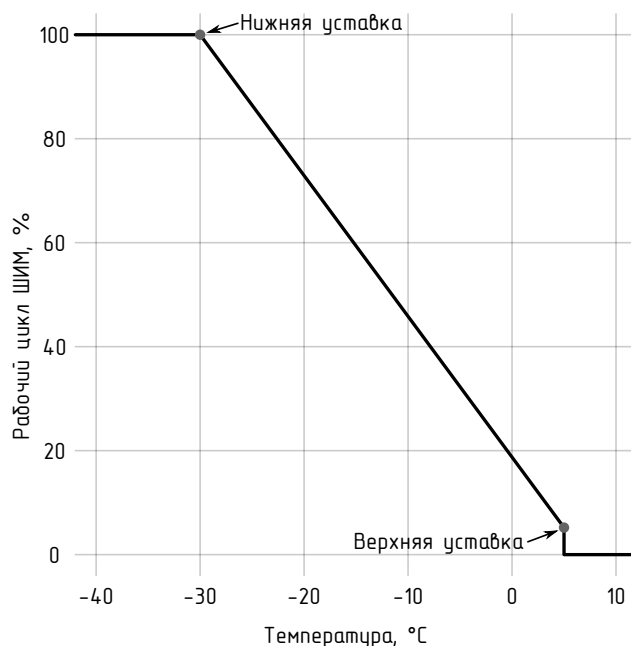

Рисунок 1.6 – Режим работы «Пропорциональный ШИМ»
- «Proportional PWM» («Пропорциональный ШИМ»). Длительность рабочего цикла ШИМ линейно интерполируется между двумя точками: верхней и нижней уставками (см. рисунок 1.6). Для каждой уставки задаются температура и длительность рабочего цикла. Если температура линии не превышает нижней уставки, значение рабочего цикла будет постоянно и равно значению в этой уставке. Если температура линии превышает верхнюю уставку, значение рабочего цикла будет нулевым, линия будет выключена. Интерполяция выполняется на основе вычисления температуры процесса (см. 1.7.7).